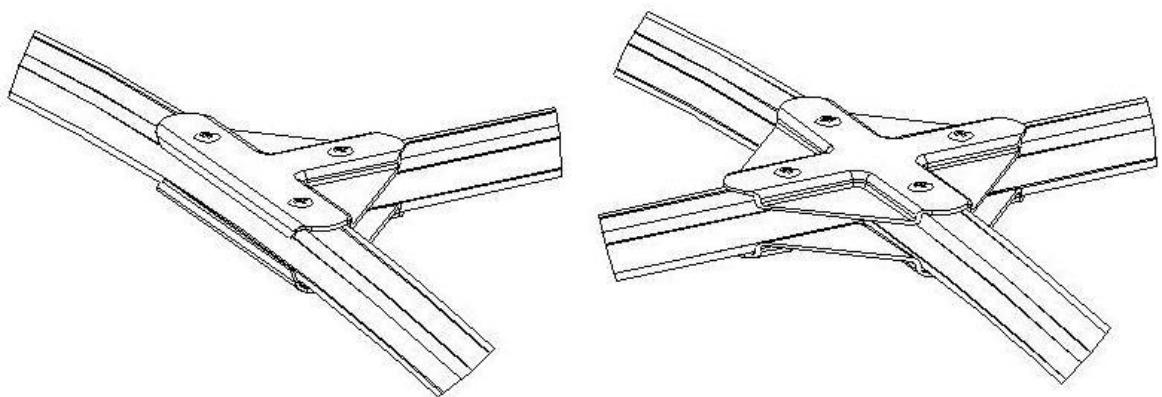

Рис. 5
- 6.4 Установите на каркас верхние стрингера 6 (рис. 5)